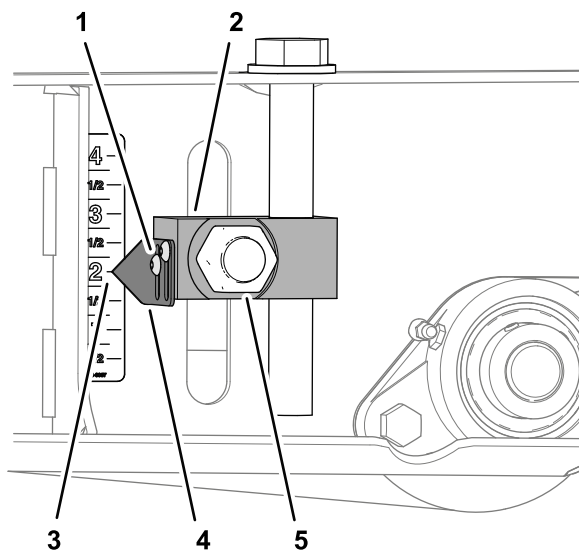

Figura 84
6. Allentate le viti a brugola che fissano i 2 puntatori al blocco regolatore dell'altezza di taglio, allineate i puntatori alla tacca di 5,7 cm sull'adesivo e serrate le viti (Figura 84).
7. Serrate i 4 dadi che fissano i 4 blocchi regolatori dell'altezza di taglio (Figura 82 e Figura 84) per i rulli anteriori e posteriori a 322 - 396 N·m.